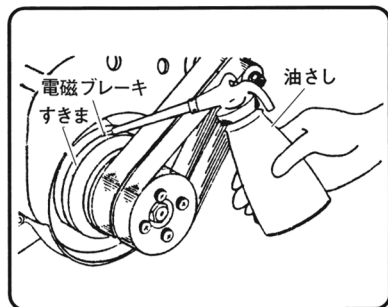

図 42
- 電磁ブレーキが磨耗すると、木材が抜け出る場合があります。定期的に図42の電磁ブレーキの回転部と固定部のすきまを点検してください。すきまが0.6mm (ハガキ3枚の厚さ) になりましたら再調整が必要です。この場合は、お買い求めの販売店に修理を依頼してください。